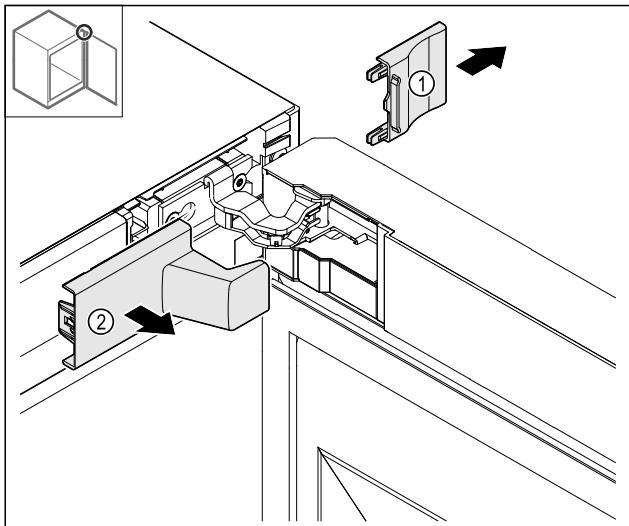

Fig. 15
► Зніміть Fig. 15 (1), а потім Fig. 15 (2).